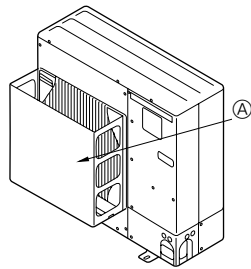
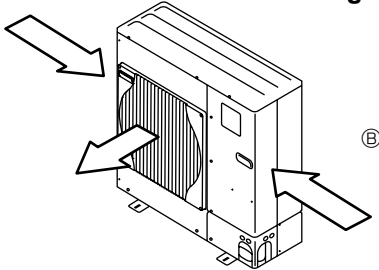

Fig. 2-4
Fig. 2-5
- ② Установите дополнительный воздуховод, если прибор установлен в месте, где сильный ветер от тайфуна и т.д. может попадать непосредственно в вентиляционную решетку. (Fig. 2-4)
- ④ Воздуховод
- ③ По возможности разместите прибор так, чтобы воздух из выходного отверстия выдувался в направлении, перпендикулярном к сезонному направлению ветра. (Fig. 2-5)
- ⑤ Направление ветра